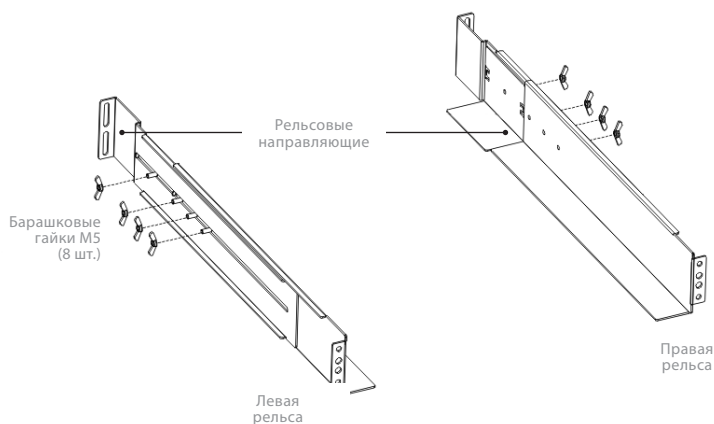

Рис. 1. Крепление направляющих
- a. Установите левую и правую рельсу на задние направляющие, как показано на рис.1. Не затягивайте винты.
- c. Затяните четыре барашковые гайки M5 сбоку от направляющей (см. рис. 1).